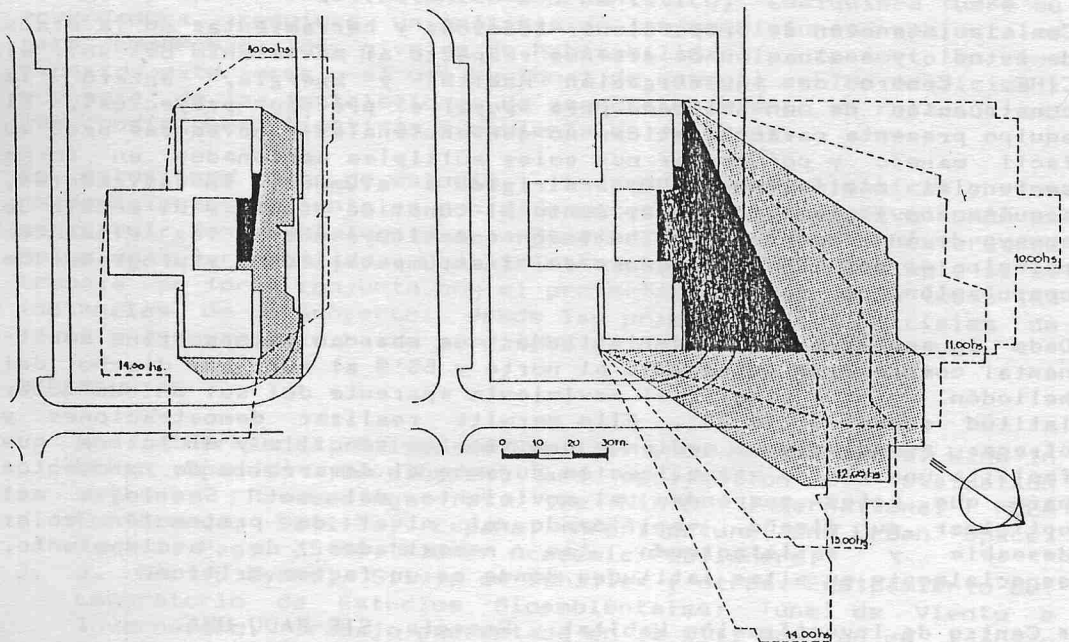

Fig 1. Estudios de proyecciones de sombras en verano e invierno.
- * Estudio de proyecciones de sombras en un conjunto edilicio en Barcelona, España, para verificar el cumplimiento de normas urbanas de asoleamiento (fig 1).